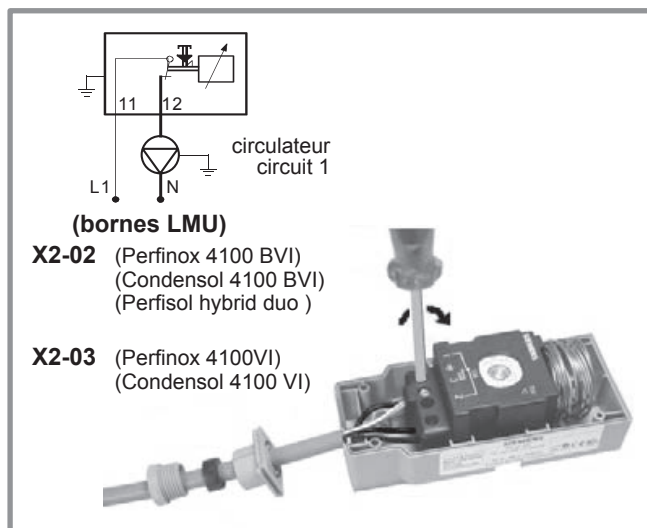
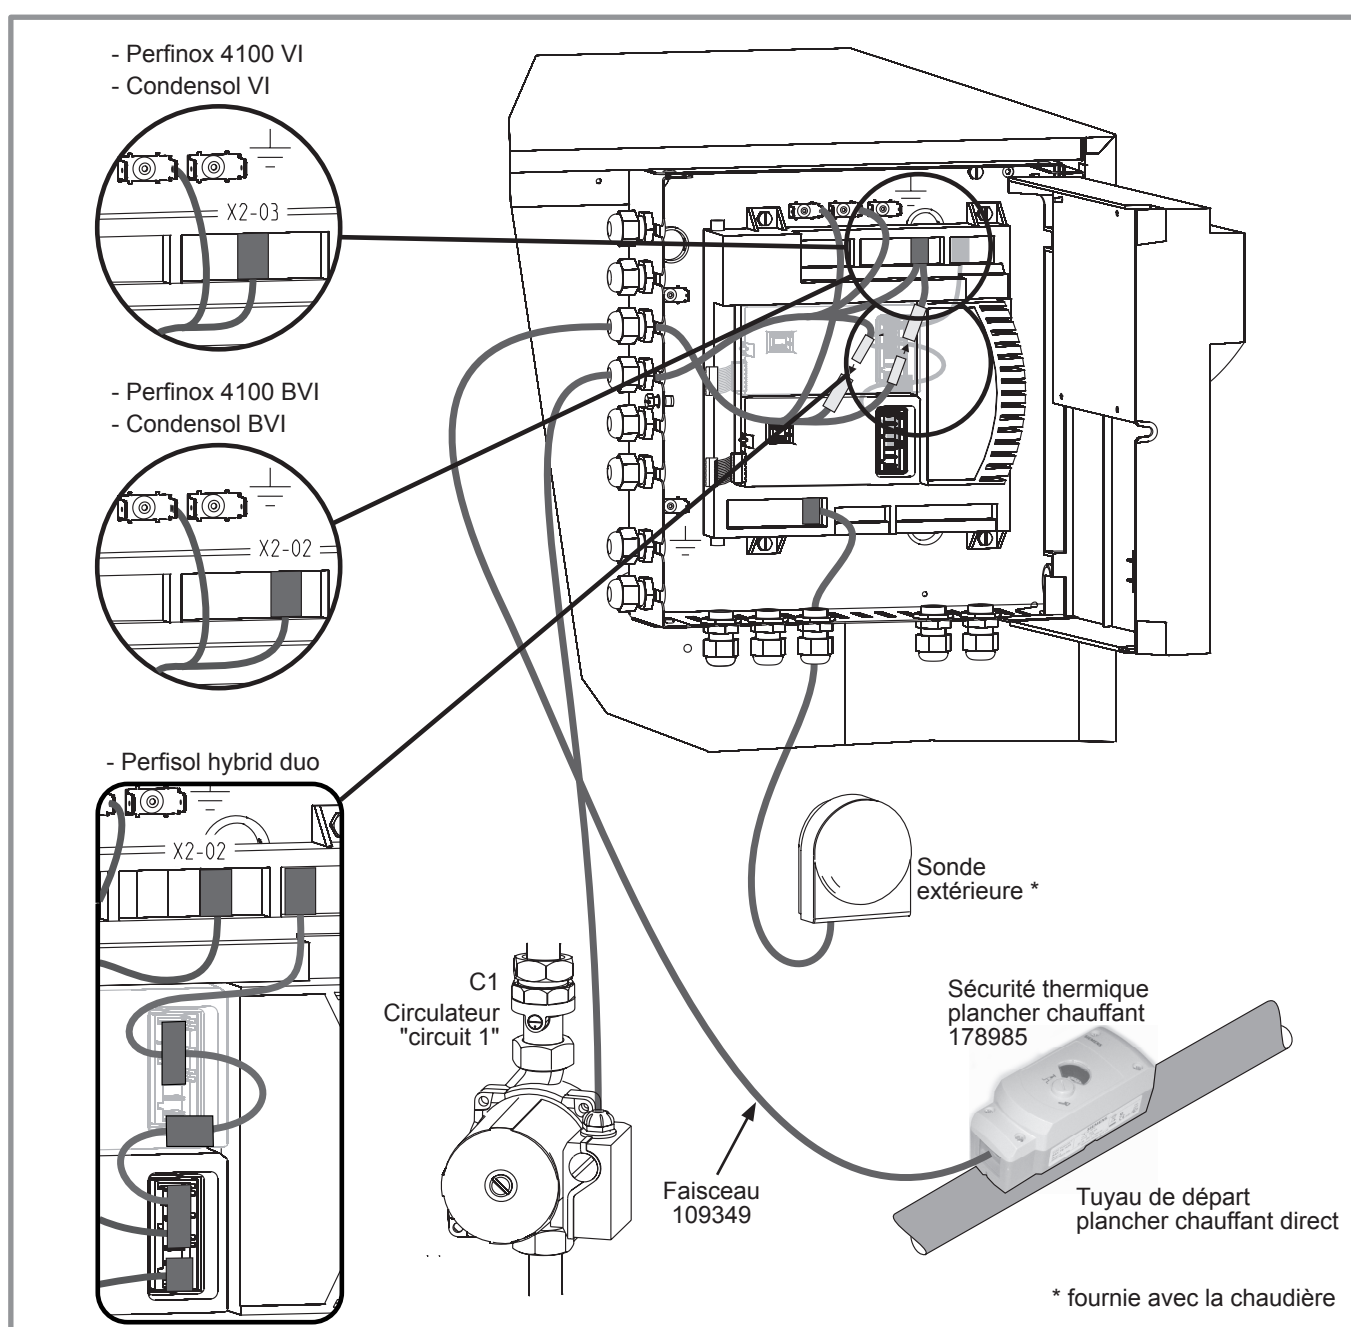

Figure 4 - Raccordements électriques - gamme 4100
Figure 5 - Montage et raccordements - gamme 4100
- Effectuer les raccordements suivant les schémas *Figure 4* et *Figure 5*.